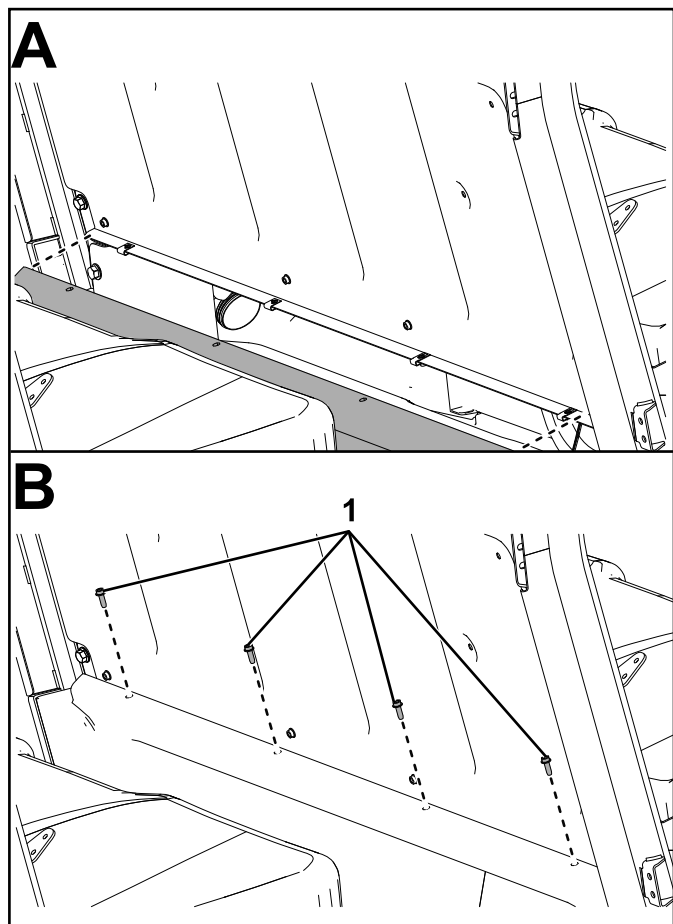

Figure 56
23. Fixez le panneau de siège central sur le plancher et les 4 clips ( $\frac{1}{4}$  po) à l'aide de 4 boulons à tête hexagonale à embase ( $\frac{1}{4} \times \frac{3}{4}$  po), comme montré à la Figure 56.